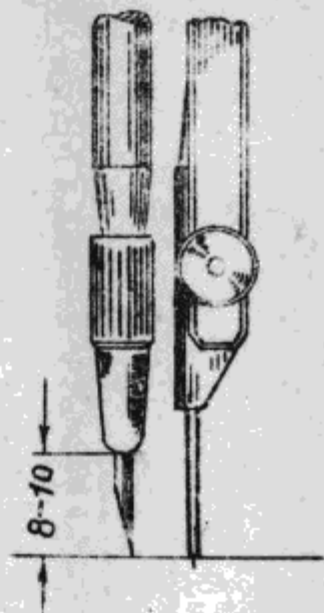

图 1.10
3. 圆规的用法：圆规上一般装普通硬度 HB 的铅条，有时用硬度 B 的铅条。在圆规上（图 1.10）从铅笔脚伸出来的铅条长度，不应
圆规针头带有尖针的钝端插向画纸（如图 1.10 所示），而带有铅条头的一端应与钝端相平地画纸上转动。